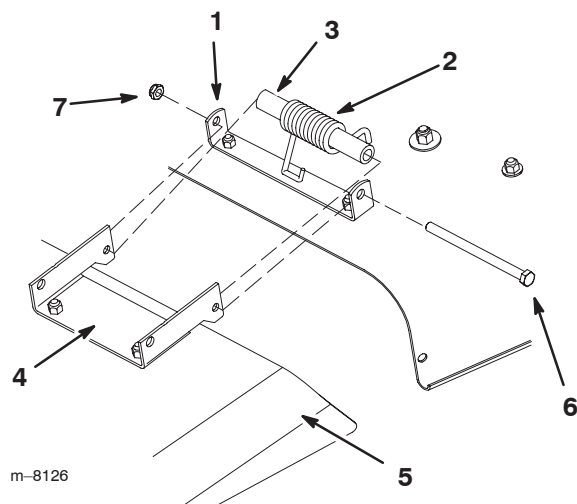

Figure 47
1. Retirez le contre-écrou, le boulon, l'entretoise et le ressort qui fixent le déflecteur aux supports du plateau de coupe (Fig. 47). Enlevez le déflecteur s'il est endommagé ou usé.
2. Placez le déflecteur en face des trous des supports, et les extrémités droites des ressorts et de l'entretoise dans l'espace sous les supports et au-dessus du déflecteur (Fig. 47).
3. Placez le ressort et l'entretoise en dirigeant les extrémités crochues du ressort vers le bas, l'une des extrémités touchant le plateau de coupe, et l'autre passant par dessus le déflecteur (Fig. 47).